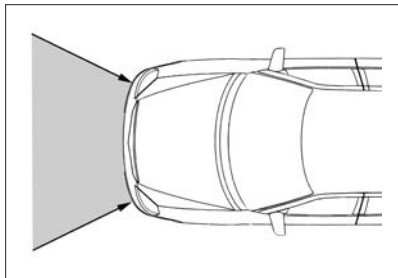

Рис. 23. Зона действия и срабатывания СНПБ
- в зоне действия, показанной на рис. 23.